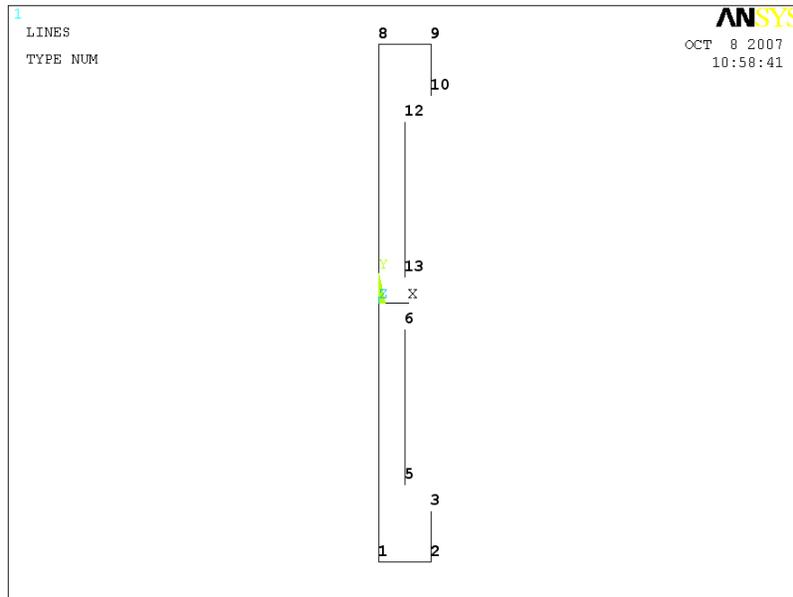

Рисунок 9. Результат построения всех прямых линий границы модели
- Нажимаем кнопку ***OK*** (Рисунок 9).